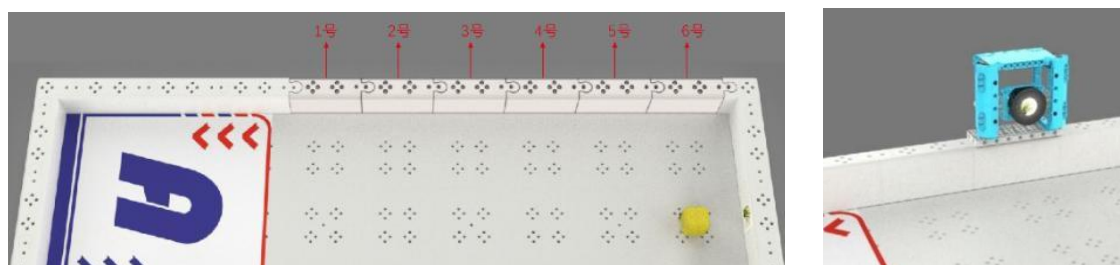

图7 作物辨识区挡板编号及 2 号挡板上放置的作物辨识装置示意图
4. 作物辨识区：每个基础场地中有两个作物辨识区，其分别位于两侧启动区前的一段挡板处（从启动区向前依次标记 1-6 号挡板），活动现场会公布哪一号挡板上放置作物辨识装置。如图 7 所示。